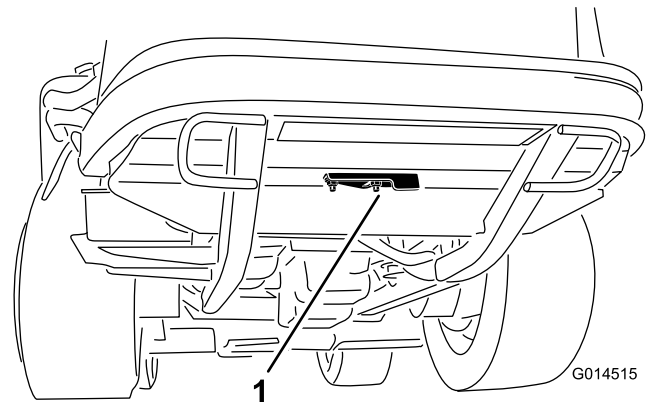

Bild 45
2. Lockern Sie die Bundmutter, mit der die Ablassabdeckung an der Unterseite des Hinterrahmens befestigt (Bild 45). Drehen Sie die Abdeckung zur Seite, um das Ablassloch im Rahmen freizulegen.